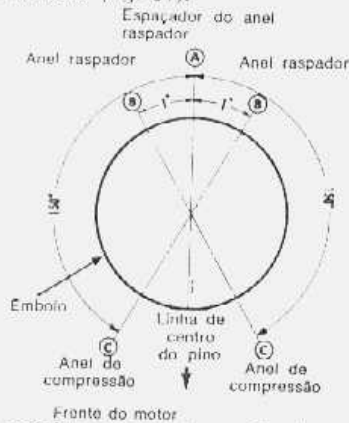

fig. 31 — posicionamento dos anéis de segmento
- Verificar se as extremidades dos anéis estão devidamente distribuídas ao redor da circunferência do êmbolo (fig. 31).